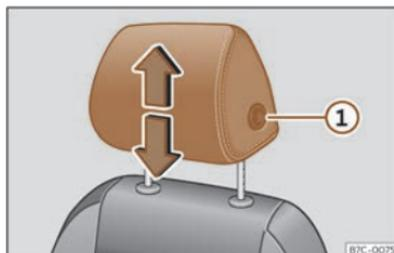
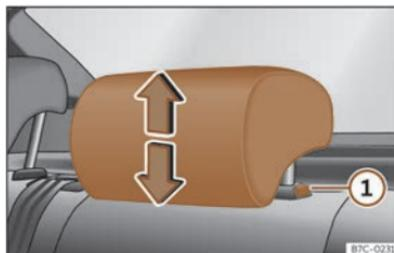

Fig. 69 Sedile anteriore: regolazione del poggiatesta.
Fig. 70 Poggiatesta posteriore: regolazione del poggiatesta.
- Afferrare il poggiatesta ai lati con entrambe le mani e spingerlo verso l'alto fino a fissarlo nella posizione desiderata. Per abbassarlo, agire analogamente, premendo il tasto laterale ① >>> **fig. 69**, >>> **fig. 70**.